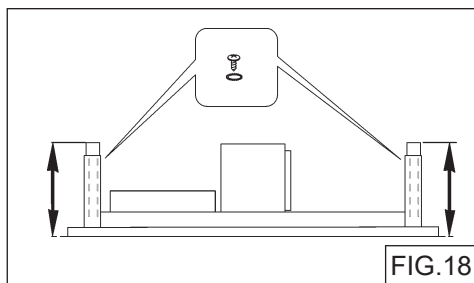

FIG.18
2. Ajuste la altura del marco de soporte telescópico y bloque con tornillos y arandelas (Fig. 18).